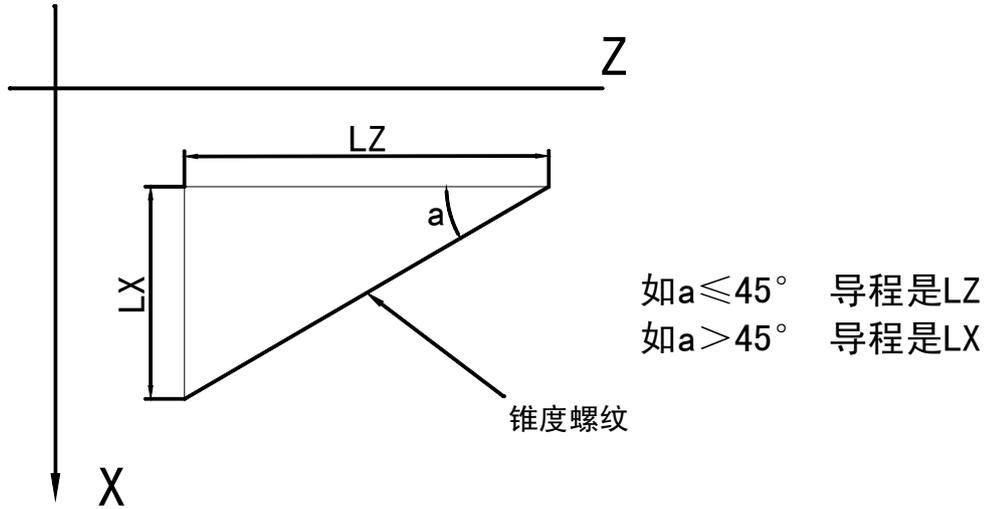

图3.16 长轴及短轴的判断
功能: 刀具的运动轨迹是从起点到终点的一条直线, 如图3-16; 从起点到终点位移量(X轴按半径值)较大的坐标轴称为长轴, 另一个坐标轴称为短轴, 短轴与长轴作直线插补, 刀具切削工件时, 在工件表面形成一条等螺距的螺旋切槽。G32指令可加工等螺距的直螺纹、锥螺纹、端面螺纹和连续的多段螺纹加工。
- 长轴及短轴的判断如图3.16所示。